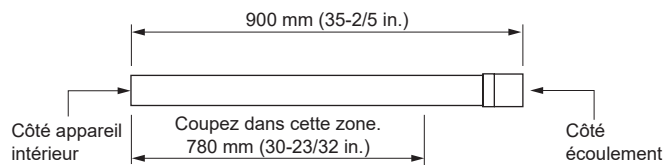

Fig. 5-2
5.2. Tuyau d'écoulement (Fig. 5-2, 5-3, 5-4)
- Le tuyau d'écoulement a une longueur de 900 mm (35-2/5 in.), ce qui permet de relever la sortie de la tuyauterie d'écoulement. Coupez le tuyau d'écoulement à la longueur appropriée avant de le raccorder. (Fig. 5-2)